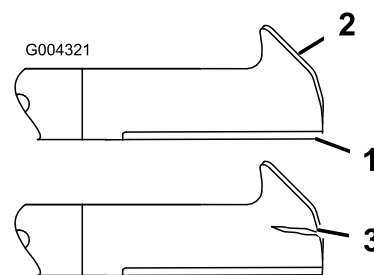

Figura 48
1. Controllate i taglienti (Figura 48). Se i taglienti non sono affilati o presentano intaccature, togliete le lame ed affilatele; vedere Affilatura delle lame.
2. Controllate le lame, in particolare l'area curva (Figura 48). In caso di danni, usura o scanalature nell'area (Figura 48, voce 3) montate immediatamente una nuova lama.